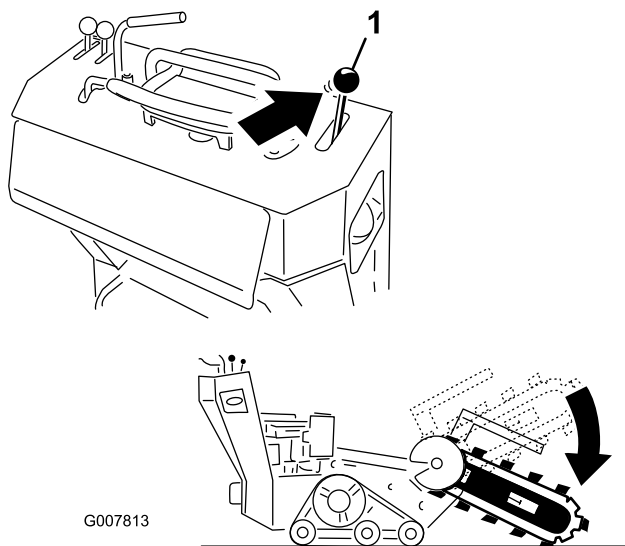

Figura 21
2. Abbassate la barra (Figura 21).